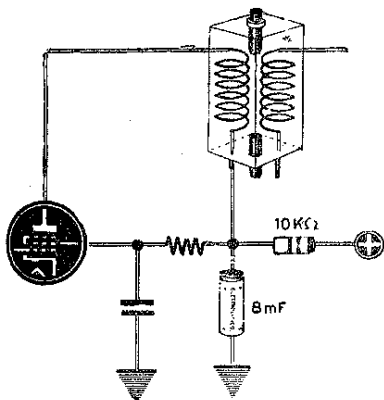

Fig. 69
**207** Valvola con eccessiva amplificazione. In tale eventualità, per ridurre l'inconveniente, necessita o disaccoppiare la valvola inserendo (vedi fig. 69) una resistenza del valore di 10.000 ohm disaccoppiata con un condensatore elettrolitico-